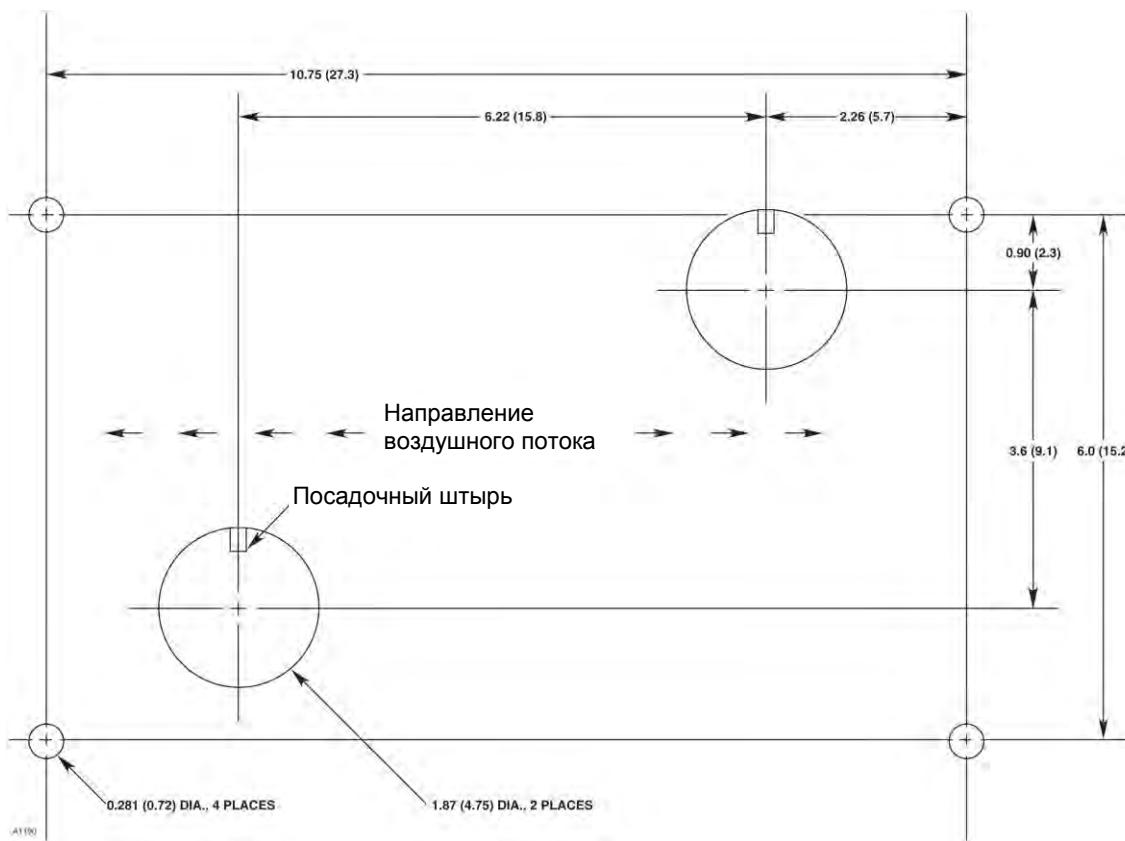

Рис. 2. Габаритные и установочные размеры монтажной панели в дюймах (мм).
2. Наметьте и просверлите отверстия в стенке воздуховода для трубы забора и выпускной трубы соответственно. Детальный чертёж установочных размеров показан на рис. 2.